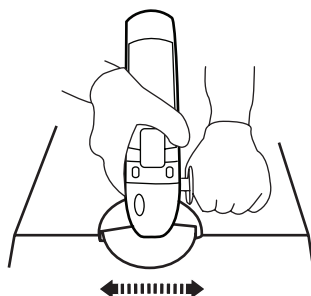

Fig. 19
- > Mova o produto para a frente e para trás de forma constante (Fig. 19).